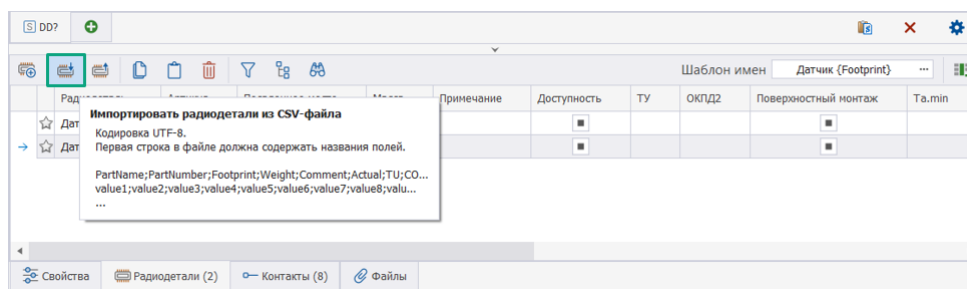

Рис. 308 Импорт данных радиодеталей с помощью csv-файла
1. Нажать иконку  «Импортировать радиодетали из CSV-файла» на вкладке «Радиодетали» редактора компонентов, см. Рис. 308.